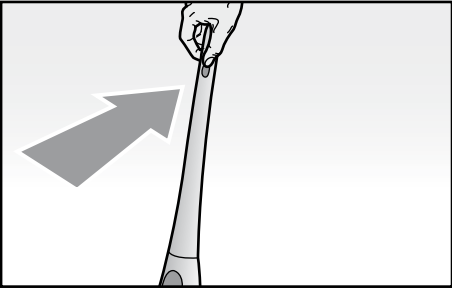

Fig. 6
- Con la ricarica della batteria effettuata e con la parte portatile correttamente assemblata nel corpo dell'apparecchio (S), premere il pulsante di accensione (L) ed inclinare indietro il manico (M) nella tipica posizione di utilizzo (Fig. 6).
- Pulire le superfici ampie spingendo con la spazzola (T) in avanti.